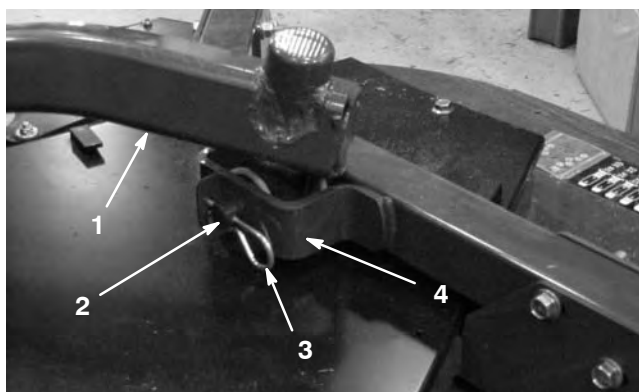

Bild 27
4. Nehmen Sie die Splints und Lastösenbolzen ab, mit denen die Hubarme an den Halterungen der Laufradarme befestigt sind (Bild 27).